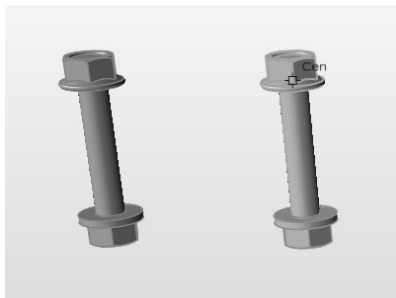

图 3-18
4) 保持螺栓和螺母的选中状态，将中心捕捉点放置在螺栓头上，如图 3-18 所示。